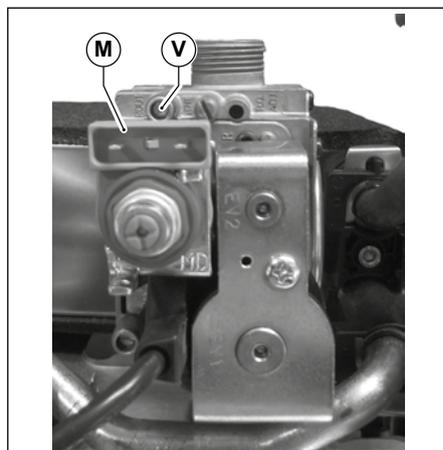

Fig. 37 Presa di pressione
- Collegare un manometro alla presa di pressione **V** (vedi Fig. 37 Presa di pressione).